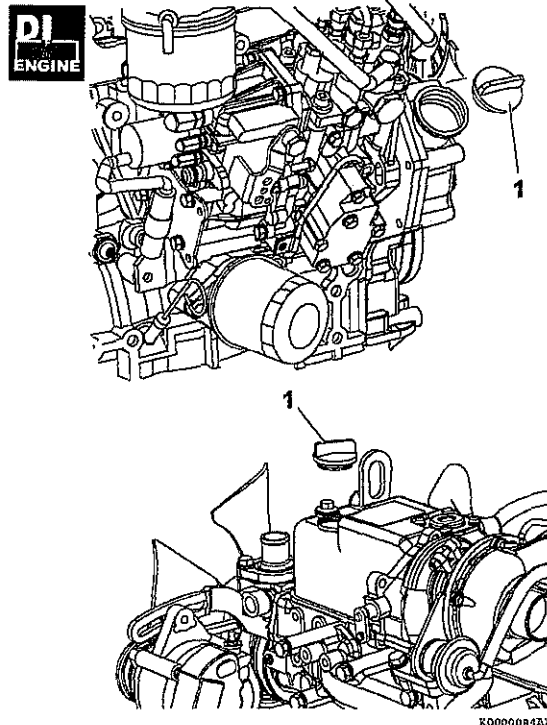

図 18
4. 給油口のふた (1, 図 18) のうち、どちらか一方を取り外し、クランクケース内の空気を抜いて潤滑油が抜き出しやすくなるようにします。